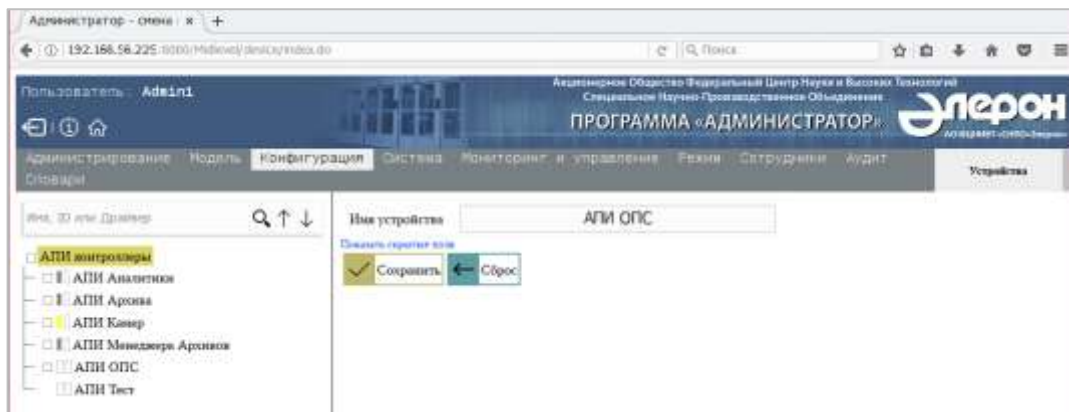

Рис. 10
6) нажать кнопку « Добавить головное устройство», в открывшемся бланке (Рис. 10) ввести имя головного устройства (для удобства головному устройству присваивается такое же имя, как и АПИ-контроллеру) и нажать « Сохранить»;